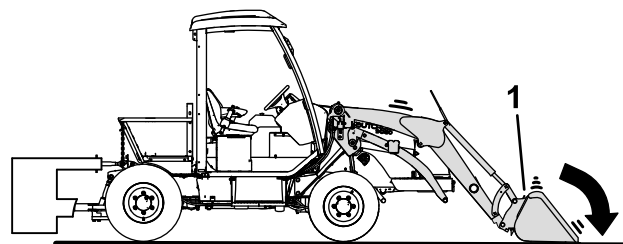

図 46
- バケットをわずかに前方に倒して各ローダアームのラッチに掛かっている力を抜いてから、ローダアタッチメントを地表面に降ろす 図 46。